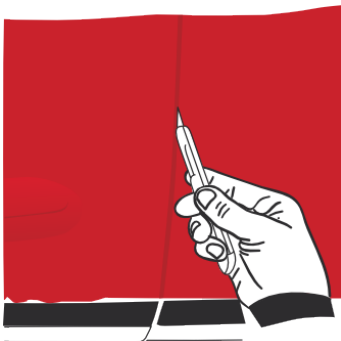

Abbildung 25
- › Um den Zuschnitt durchzuführen, muss die Klinge des Cutters am schmalen Rand der zu verklebenden Fläche angelegt werden. Führen Sie den Zuschnitt durch, indem Sie am Umriss dieser Fläche entlangfahren, wobei der Cutter nach außen geneigt wird. (Abb. 25)